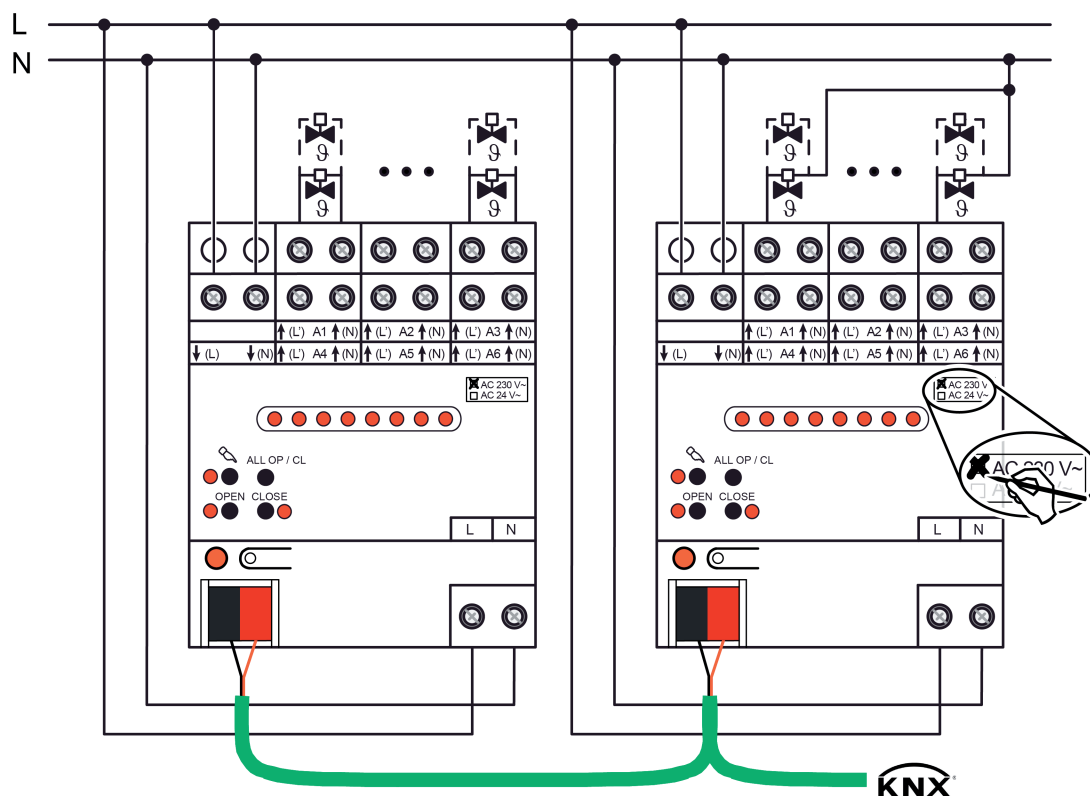

Figure 2: Raccordement de moteurs électrothermiques 230 V AC (exemples de raccordement)
- Raccorder les servomoteurs 230 V AC conformément au schéma de raccordement (figure 2). Les conducteurs neutres des servomoteurs peuvent être raccordés soit directement aux bornes neutres des sorties de l'actionneur de chauffage (exemple de raccordement à gauche), soit communément à un potentiel neutre adapté (par ex. borne de conducteur neutre dans le tableau de distribution) (exemple de raccordement à droite). Le raccordement du conducteur neutre des servomoteurs directement à l'actionneur n'est pas obligatoirement nécessaire.
- Raccorder l'alimentation (tension secteur 230 V AC) pour les servomoteurs aux bornes ↓(L) et ↓(N) (1).
- Raccorder la tension secteur aux bornes L N (5).